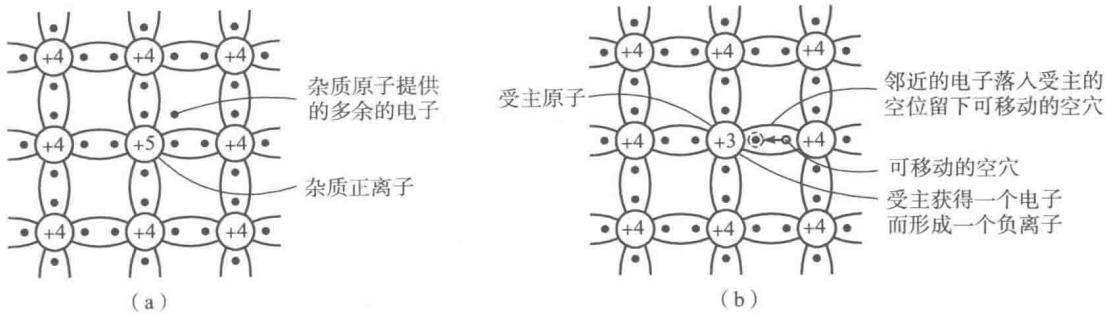

图 1-6 掺杂质后的半导体
(1) N 型半导体。在纯净的半导体硅（或锗）中掺入微量 5 价元素（如磷）后，就可成为 N 型半导体，如图 1-6 (a) 所示。在这种半导体中，自由电子数远大于空穴数，导电以电子为主，故此类半导体亦称为电子型半导体。
(2) P 型半导体。在硅（或锗）的晶体内掺入少量 3 价元素杂质（如硼或铟等）。硼原子只有 3 个价电子，它与周围硅原子组成共价键时，因缺少一个电子，在晶体中便产生一个空穴。这个空穴与本征激发产生的空穴都是载流子，具有导电性能。P 型半导体共价键结构如图 1-6 (b) 所示。在 P 型半导体中，空穴数远远大于自由电子数，空穴为多数载流子（简称为“多子”），自由电子为少数载流子（简称为“少子”）。导电以空穴为主，故此类半导体又称为空穴型半导体。